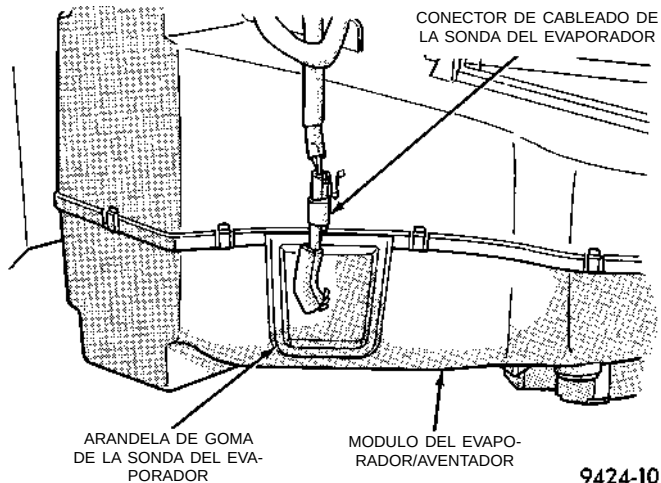

Fig. 33 Emplazamiento de la sonda del evaporador
- (1) Desconecte el conector de cableado de la sonda situado detras de la guantera.
- (2) Retire la arandela de goma del módulo de evaporador/aventador (Fig. 33).
- (3) Registre en cuál de los tres orificios de guía se encuentra la sonda.
- (4) Retire la sonda de las aletas del evaporador.